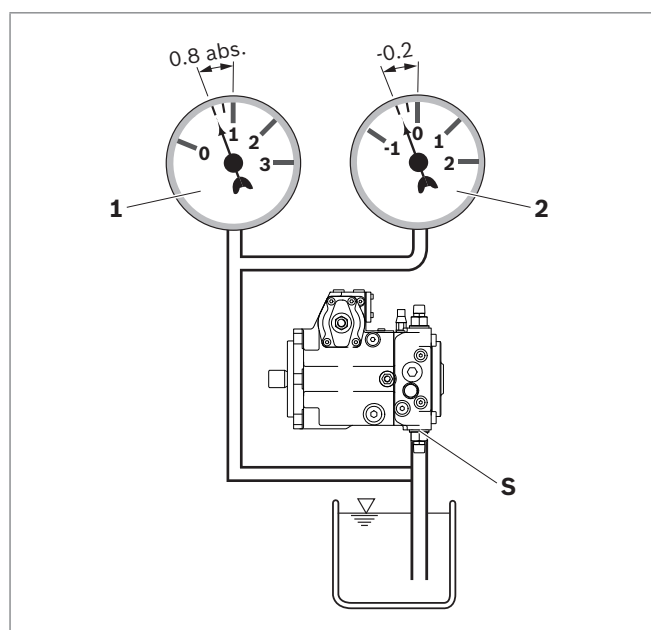

Рис. 9: Давление всасывания
- ▶ Убедитесь, что для аксиально-поршневого насоса во всех позициях установки и монтажных положениях во время эксплуатации присутствует минимальное давление всасывания 0,8 бар абс. на присоединении **S** (при холодном пуске – 0,5 бар абс.), см. Рис. 9. Другие значения давления см. в техническом паспорте.